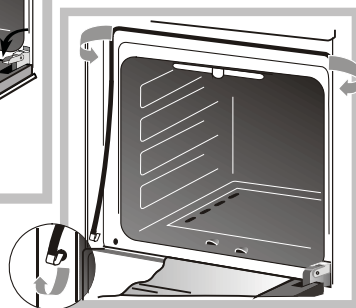

Рис.22
- Когда моете духовку, будьте аккуратны - не повредите резиновое уплотнение. Его можно снять, вынув скобы из отверстий (рис. 22).